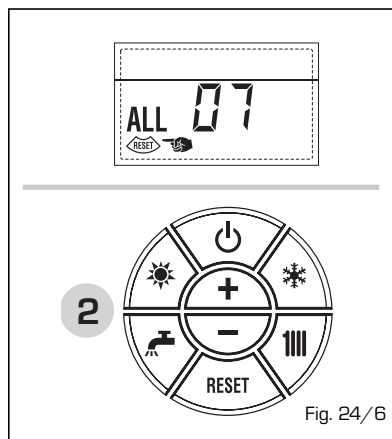

Fig. 24/6
- ANOMALÍA LLAMA PARÁSITA "ALL 08" (fig. 24/7)